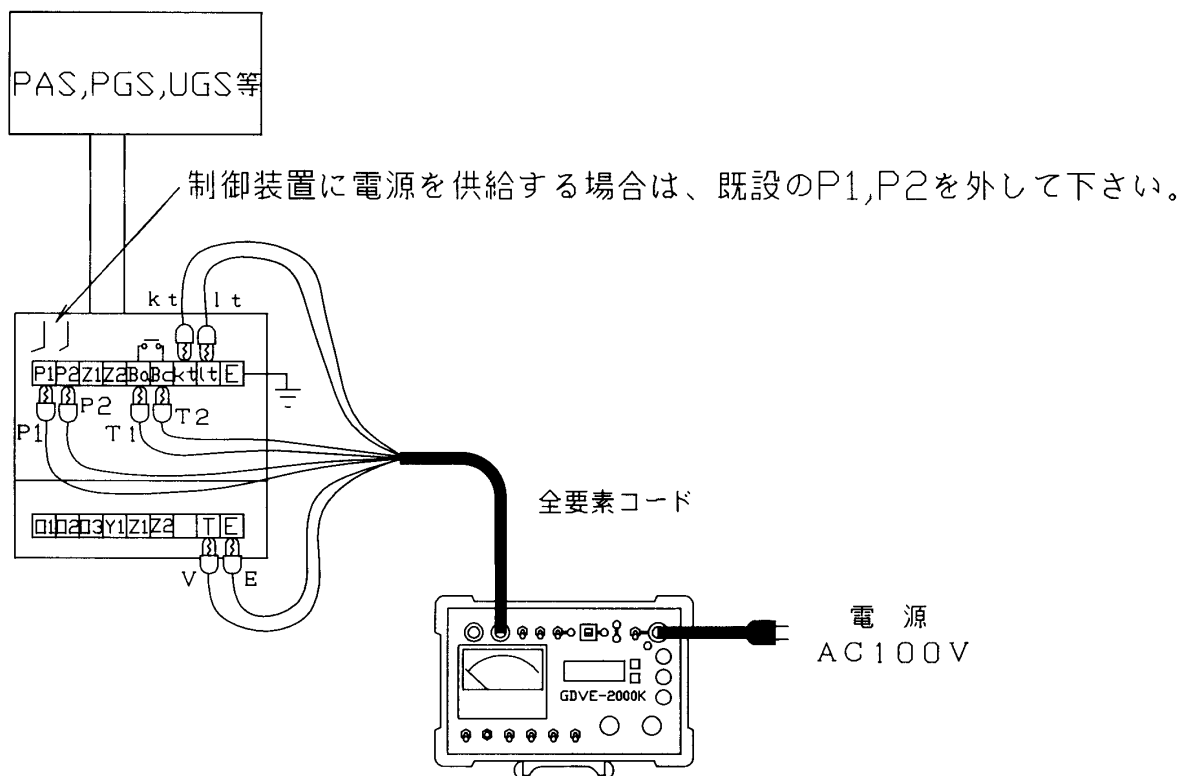

図5：試験回路図一PAS,PGS等の単体試験（停電状態）
7. 以上のような点を注意し、試験回路を構成します。(図5、6)